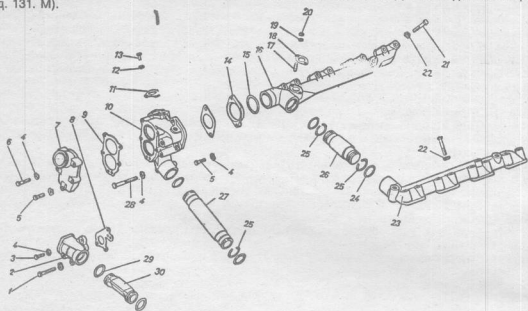

Рис. 1. Коробка водяная с трубами:
2. Установить прокладки водяных труб на головки цилиндров, водяные трубы 16 и 23 (Рис. 1) и завернуть болты 21 крепления с пружинными и плоскими шайбами 22. При установке водяных труб следить за правильным положением прокладок. Величина момента затяжки болтов крепления 25-30 Н.м (2,5—3,0 кгс.м). Затяжку проводить в два приема — предварительно и окончательно. (Головка сменная 13 мм, ключ с присоединительным квадратом, рукоятка динамометрическая мод. 131 М).
5. Завернуть болты 1 и 3 (Рис. 1) крепления (с плоскими шайбами 4) патрубка 2 подводящей трубы 30 правой стороны блока цилиндров и включателя гидромуфты привода вентилятора. Величина момента затяжки болтов крепления 25-30 Н.м (2,5-3,0 кгс. м). (Ключ гаечный кольцевой 13 мм, головка сменная 13 мм, рукоятка динамометрическая мод. 131 М).
7. Установить на двигатель соединительный фланец 14 с уплотнительным кольцом 5, соединив с перепускной трубой 27, установить коробку термостатов 4, и завернуть болты 5 и 6 крепления с пружинными и плоскими шайбами. (Рис. 1) Величина момента затяжки для болтов М 10-35-40 Н. м (3,5-4,0 кгс.м); для болтов М 8 — 20-25 Н. м (2,0-2,5 кгс.м). (Головка сменная 13 и 17 мм, ключ с присоединительным квадратом, рукоятка динамометрическая мод. 131 М).